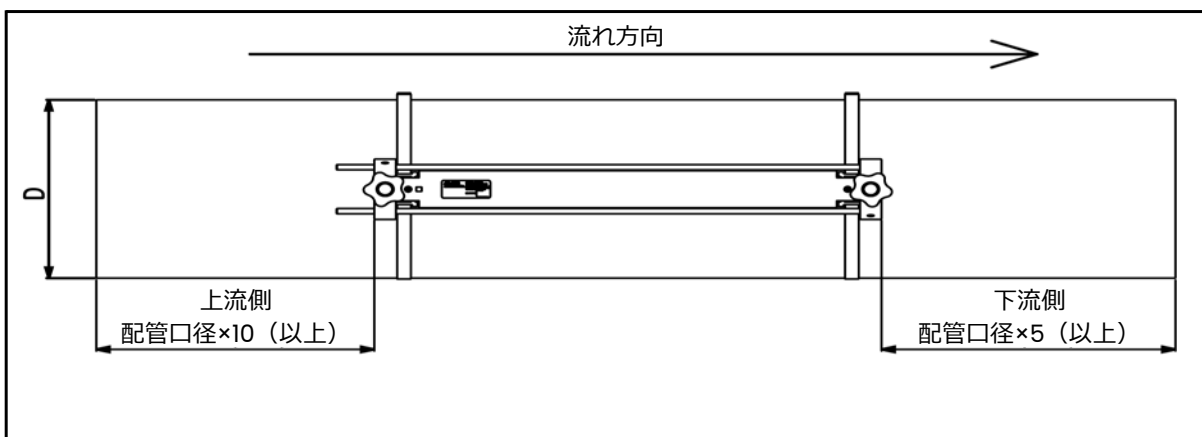

図7：AT600センサの配置
- a. 十分な直管長の確保できる場所を選定します (7 ページの図 7 参照)。